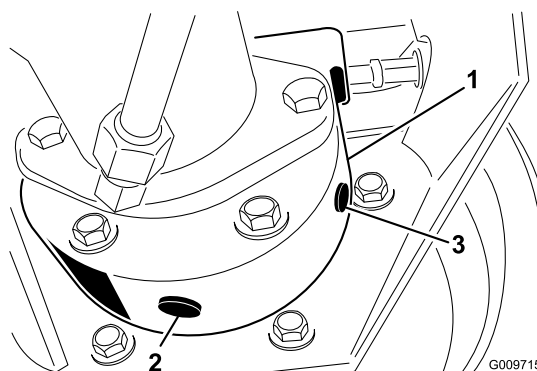

Figura 43
3. Collocate un'altra bacinella sotto la scatola del freno, dall'altro lato della ruota (Figura 43).